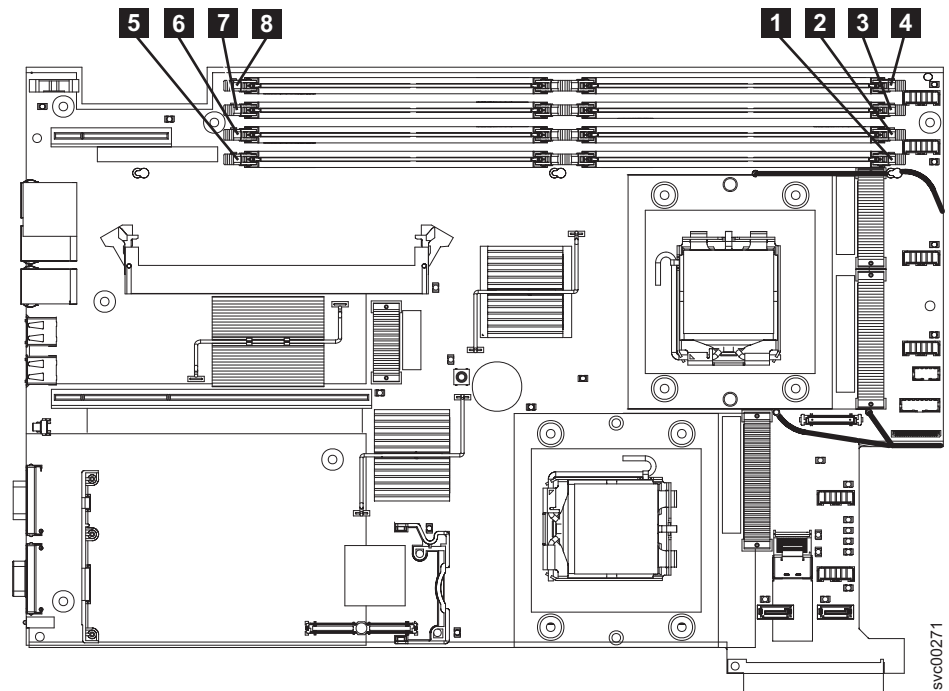

図97. SAN ボリューム・コントローラー 2145-8G4 メモリー・モジュールの見つけ方
- オリジナル・バージョン (Rev 1) は、129 ページの図 97 に示すように、スロット **1** から **8** で 8 個の 1 GB メモリー・モジュールを使用します。